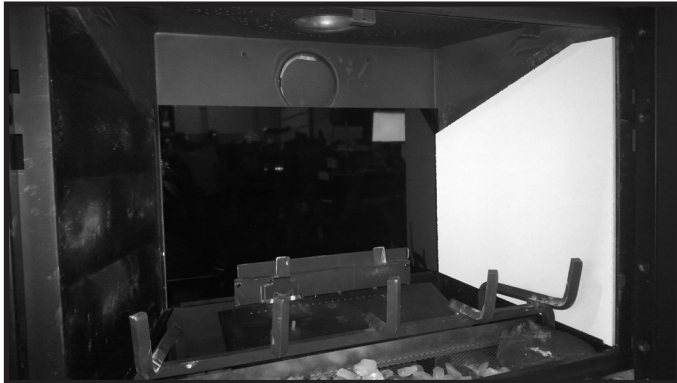

Figure 1. Installer le panneau de verre arrière
1. Installez le panneau de verre arrière devant le panneau d'isolation à l'arrière du support du réfractaire. Maintenez le panneau de verre arrière et glissez l'un des côtés du panneau isolant en place entre le support du réfractaire latéral et le côté de la boîte à feu, comme il est indiqué à la figure 1.